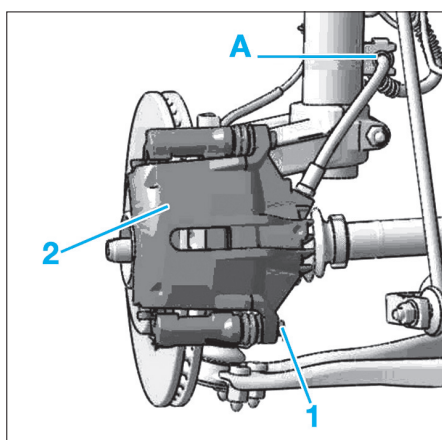

Fig. 1
- Dégrafer le flexible de frein en "A" (Fig.1).